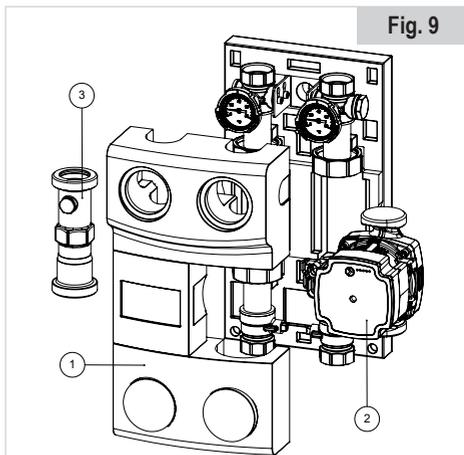

Fig. 9
- Rimuovere i gusci frontali (1), il circolatore (2), il tubo di collegamento (3) (vedi Fig. 9).